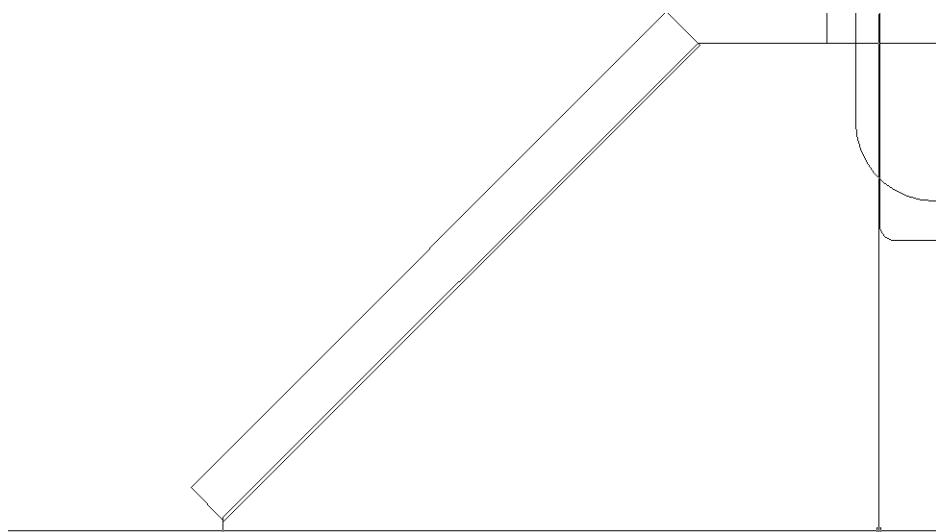

Рис. 5.14 ▼ Контур порожка смешен относительно контура полки на 2 мм
- Ведите **Замкнуть** (CLOSE) или **з** (C) для автоматического завершения контура порожка.
- Убедитесь с помощью инструмента **Окно зумирования** (Zoom Window) в том, что контур порожка создан правильно и выступает за контур нижней полки на 2 мм (рис. 5.14).